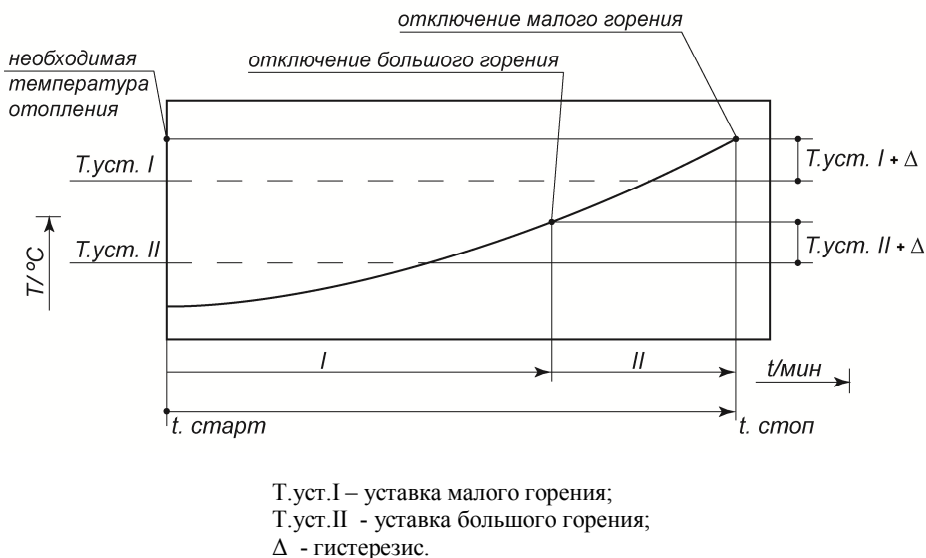

Рисунок 20. Динамика работы котла при нагреве
- Внешний – нажать в течение 3 сек. на кнопку «АВАРИЯ/СБРОС» (рисунок 20), либо контактом «СБРОС АВАРИИ» (рисунок 31) внешней цепи управления.